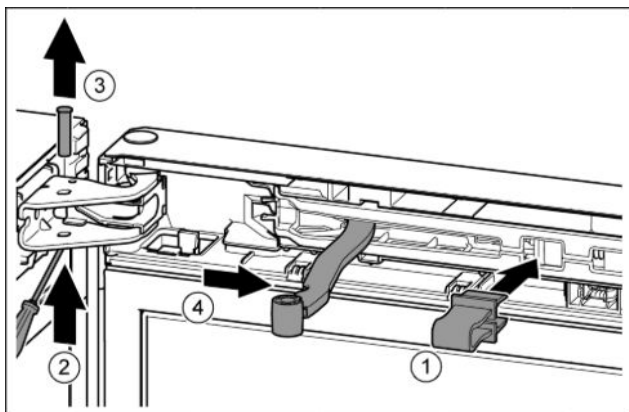

Fig. 7
- Pojistku nechte zapadnout do otvoru. *Fig. 7 (1)*
- Šroubovákem vysuňte čep. *Fig. 7 (2)*
- Čep vytáhněte nahoru. *Fig. 7 (3)*
- Otočte kloub směrem ke dveřím. *Fig. 7 (4)*